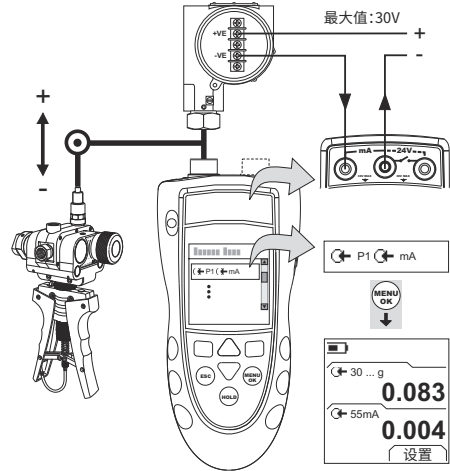
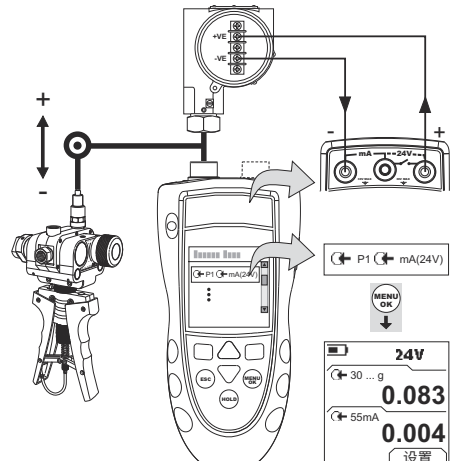

图 5：配置示例 — 带外部回路电源的变送器校准
图 6：配置示例 — 带内部回路电源的变送器校准
1. 连接仪表（图 5 或图 6），如有必要，调整设定（表 1）。